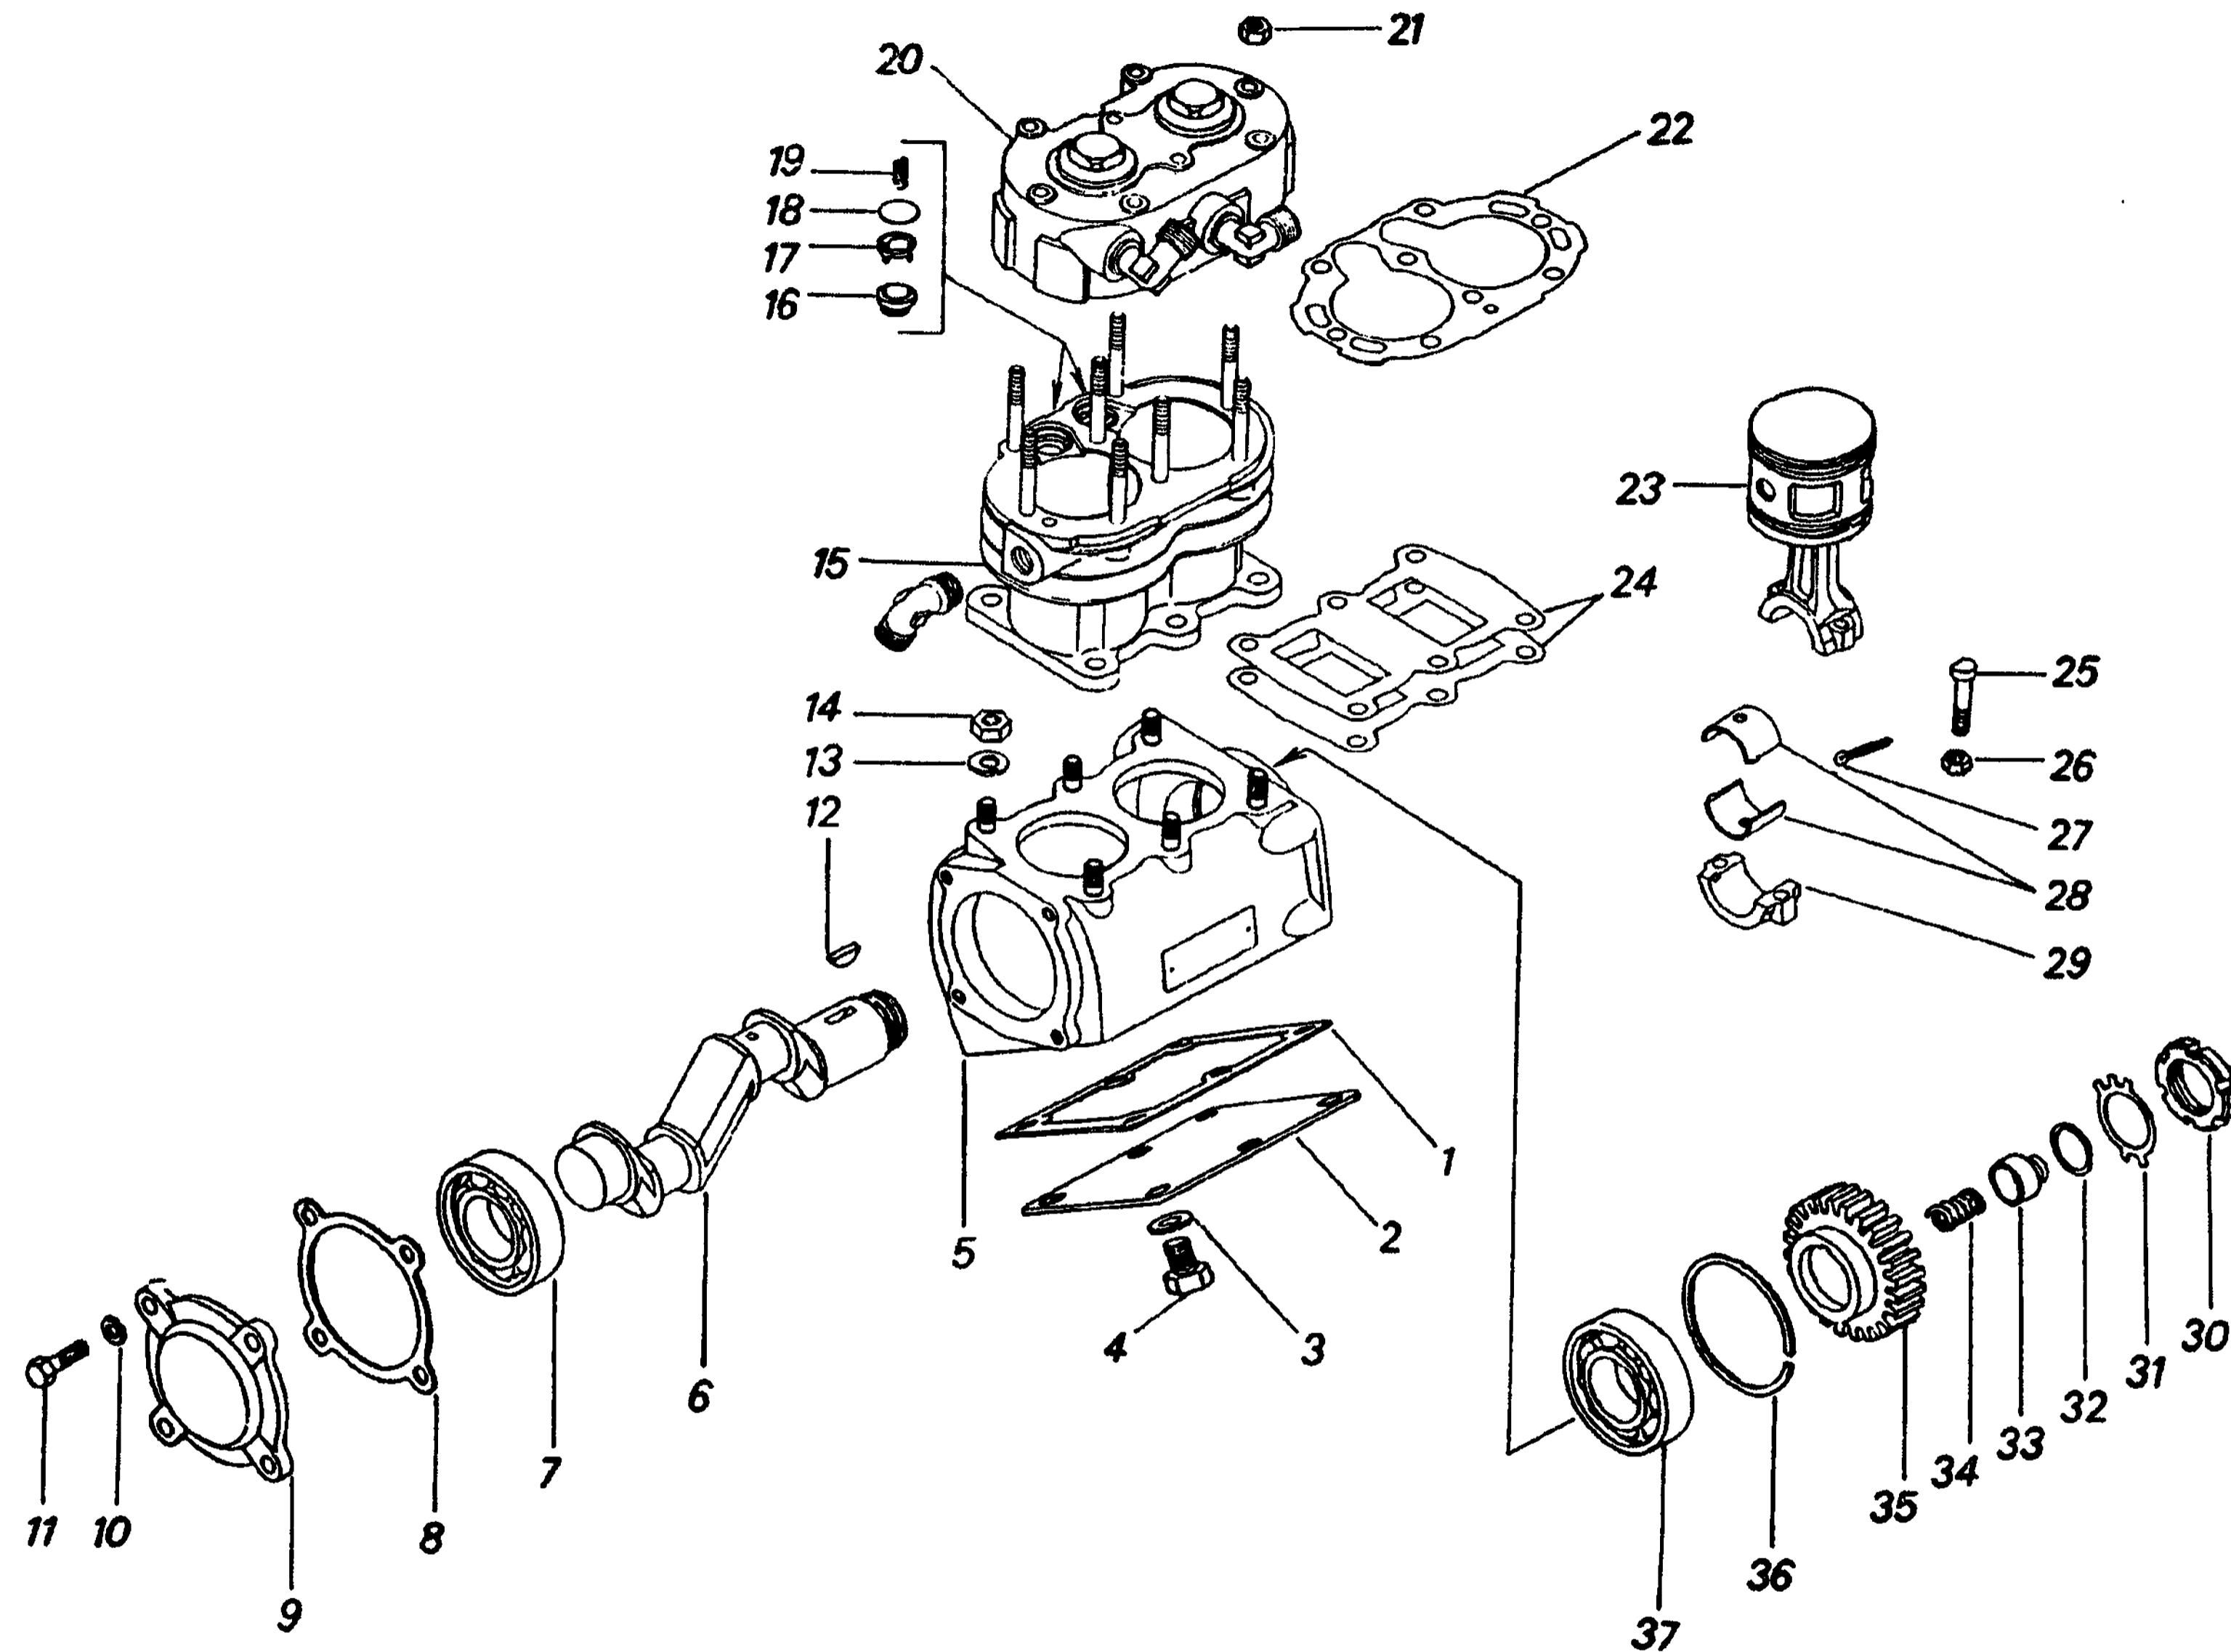
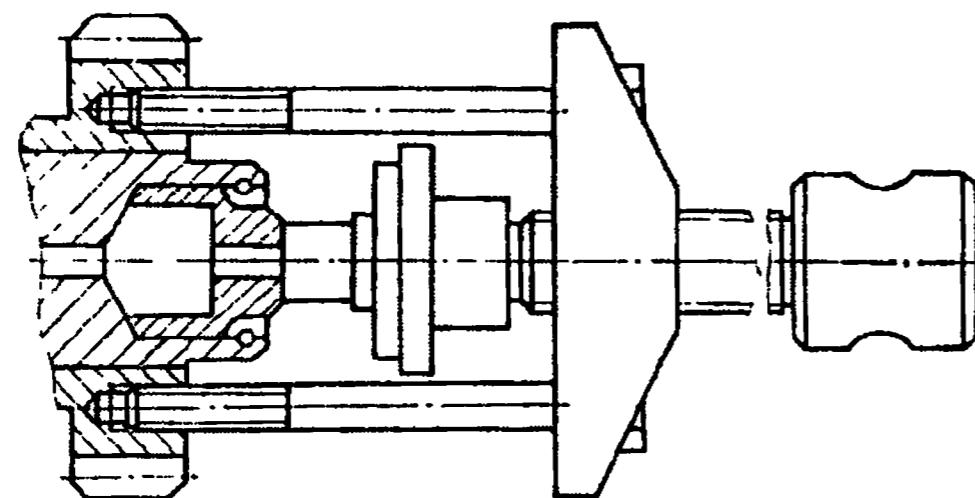

Рис. 284. Компрессор пневмомоторозов:
Рис. 286. Снятие зубчатого колеса привода компрессора
2 Отверните гайки 21 (рис. 284) крепления головки 20 компрессора	Сменная головка 13 мм, вороток
8. Рассторите замковую шайбу 31 (см. рис. 284) и отверните гайку 30 крепления зубчатого колеса привода коленчатого вала, снимите упорное кольцо 32, уплотнитель 33, пружину 34 уплотнителя	Зубило, молоток, ключ для круглых шлицевых гаек, специальные пассатики И801.23.000-01
9. Съемником (рис. 286) снимите зубчатое колесо 35 (см. рис. 284) привода и выньте шпонку 12 из паза коленчатого вала 6	Съемник, молоток, деревянная подкладка, зубило